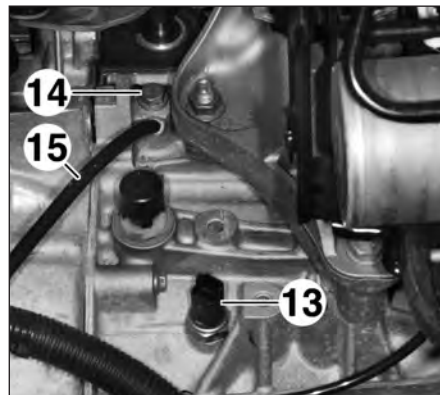

FIG.10
- Débrancher et écarter le connecteur (13) du contacteur de marche arrière (Fig.10).
- Déposer la vis (14).
- Ecarter le câble de masse (15).